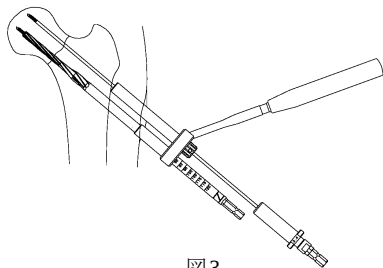

図3
- 3) TL2S パラレルガイドの遠位にステップリーマーを通し，これをガイドにガイドピンスリーブを介して近位にガイドピンを平行に刺入します。ガイドピンは，近位スライディングスクリューが軸射像で頸部後方の皮質に支えられるよう刺入します。（図 3）